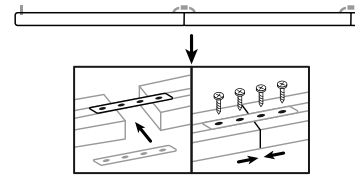
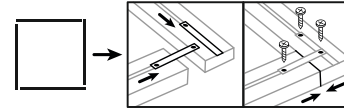

Рис. 6. Соединение светильников в линию
Рис. 7. Соединение светильников под углом 90°
- Соединение светильников в линию (рис. 6) или под углом 90° (рис. 7) (дополнительные модули не требуются):